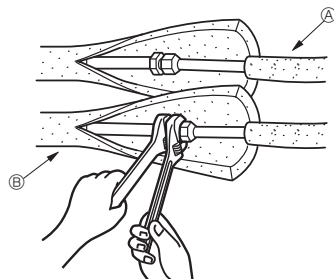

Fig. 4-3
4.4. Realizzazione della tubazione del refrigerante (Fig. 4-3)